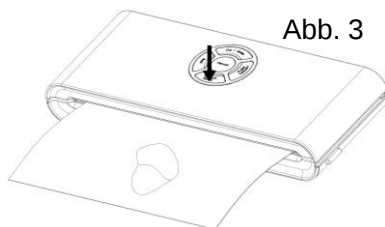

Abb. 3
6. Drücken Sie danach die Taste für das Vakuumieren und Schweißen. Das Gerät beginnt automatisch mit dem Vakuumieren und Schweißen des Beutels (**Abb. 3**).